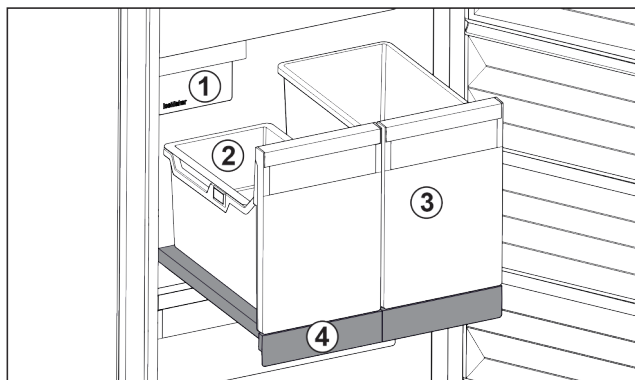

Fig. 137 Auszugsbord mit IceTower
Auf dem Auszugsbord sind zwei hohe Behälter (IceTower). Im Behälter Fig. 137 (2) werden Eiskwürfel aus dem IceMaker gesammelt und gelagert. Behälter Fig. 137 (3) eignet sich für die Lagerung von hohen Lebensmitteln wie Pizzen oder alkoholischen Getränken.